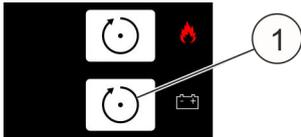

Fig. 57: Botón [Reset PS]
**Para que los valores ajustados surtan efecto, se deben confirmar (botón [Reset PS]  Fig. 57/1).**